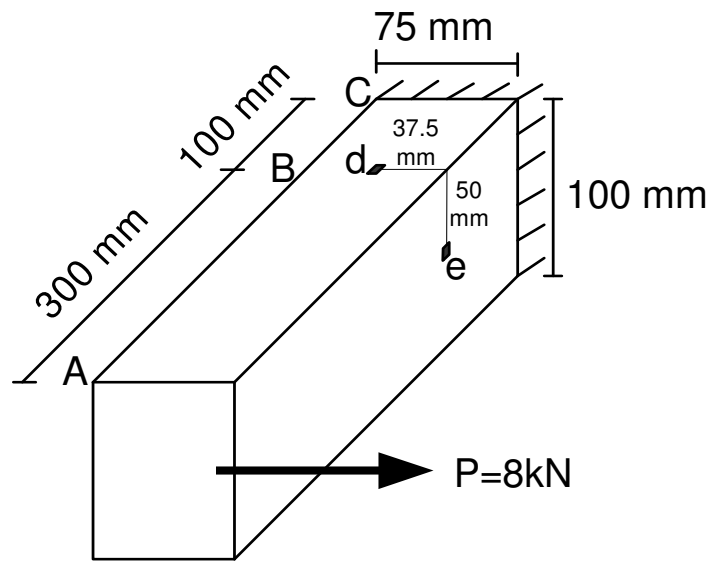

Figure 4
4. The beam illustrated in Figure 4 is fixed at section C and is subjected to a horizontal load $P=8\text{kN}$ at the mid-height of section A , thus load P does not produce torsion. Find the principal stresses and their orientations at points d and e on section B (25 points).
4. La poutre illustrée à la Fig 4 est fixée à la section C et est soumise à une charge horizontale $P=8\text{kN}$ à la mi-hauteur de la section A , ainsi la charge P ne produit pas de torsion. Trouvez les contraintes principales et leurs orientations aux points d et e à la section B (25 points).